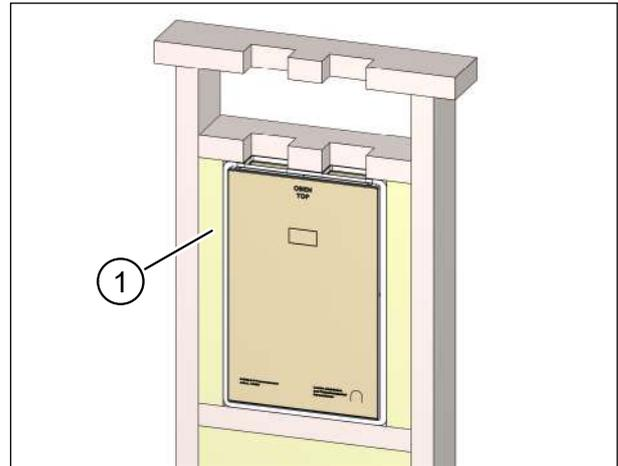

Abb. 54: Hohlräume um den Mauerkasten mit Dämmmaterial füllen
- Füllen Sie die Hohlräume zwischen Mauerkasten und Ständerkonstruktion durchgängig mit Dämmmaterial (Pos. 1 in Abb. 54) oder mit anderen geeigneten Verfüllmaterialien. Achten Sie jedoch darauf, dass die Öffnungen für Abluft und Zuluft an der Oberseite des Mauerkastens nicht bedeckt werden.